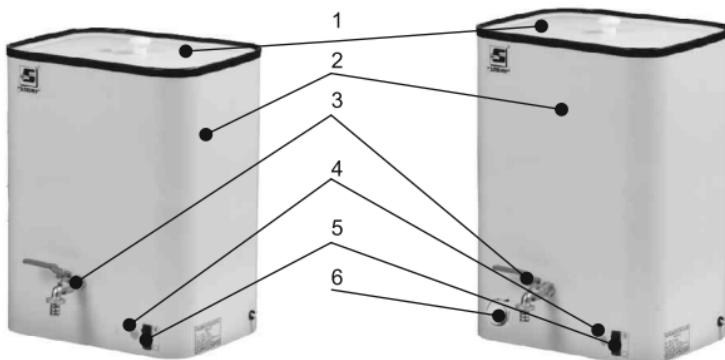

Рисунок 1
- 5.3 На передней панели наружного корпуса находится выключатель и контрольная лампа включения электроводонагревателя (исполнение ЭВБО-20/1,25), для исполнения ЭВБО-20/1,25-1 имеется дополнительно ручка регулирования температуры нагрева воды (см. рис.1).